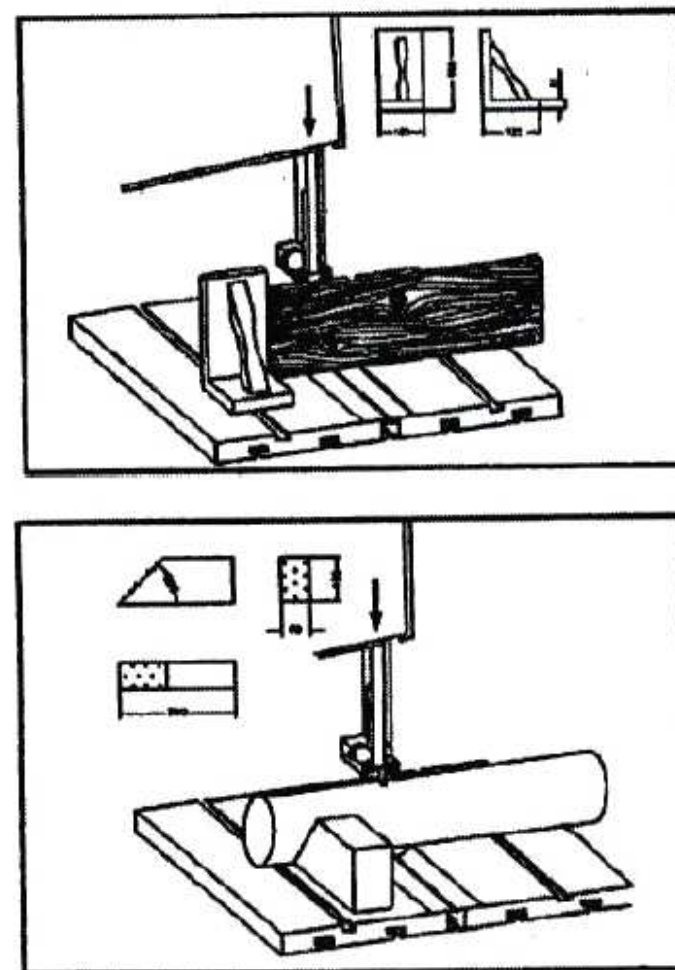

Рис. 12
1. Перед включением станка проверить нахождение на месте ограждений и их надёжную фиксацию (*Рис. 12*).